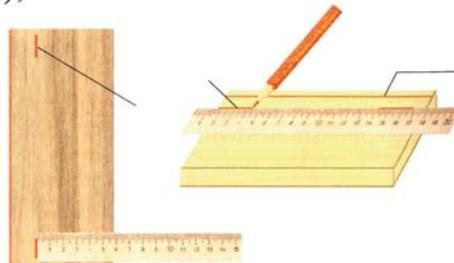

Рис. 6. Приёмы разметки линейкой
* Линейкой с делениями измеряют и размечают малогабаритные заготовки (рис. 6);